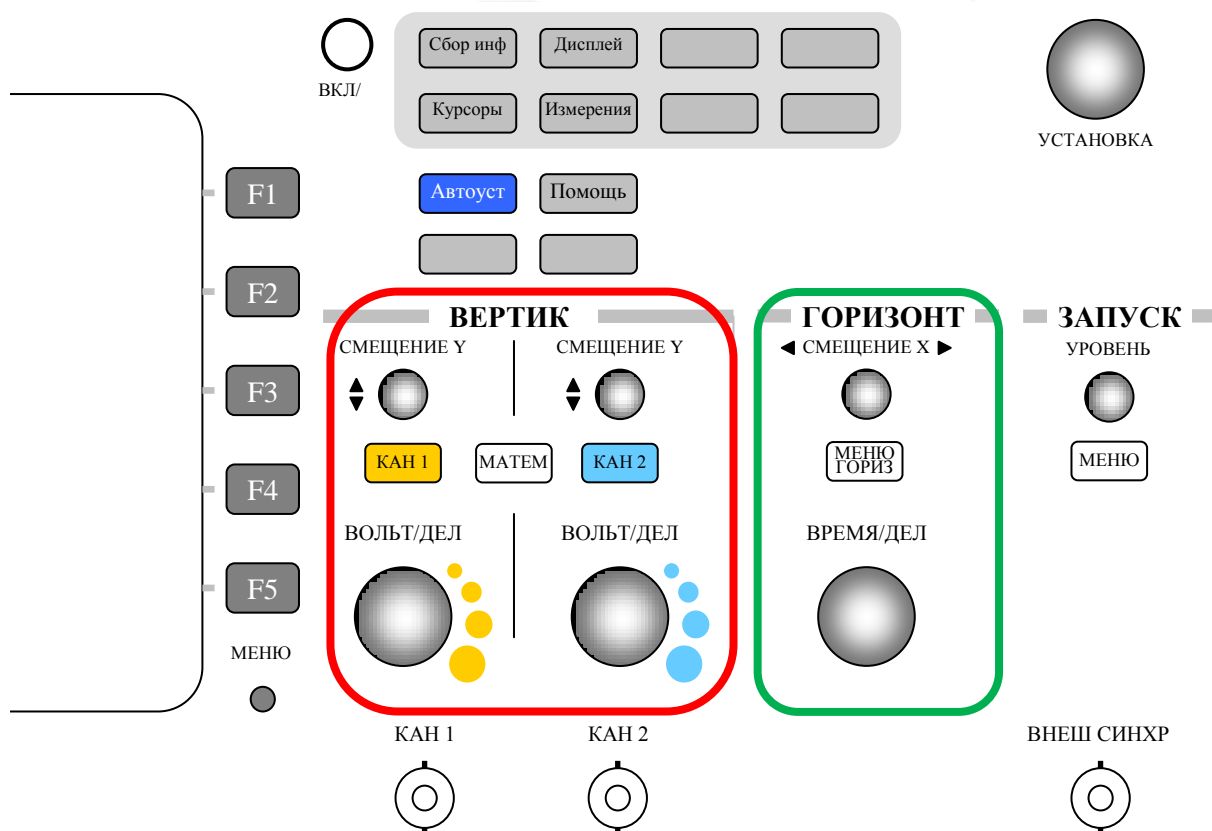

Рис. 3.1 – Изображение осциллографа и условно-графическое представление его лицевой панели.
На рис. 3.1 представлен внешний вид осциллографа и его лицевая панель.
3.2. Раздел горизонтальное отклонение «**ГОРИЗОНТ**» (рис. 3.1) позволяет: